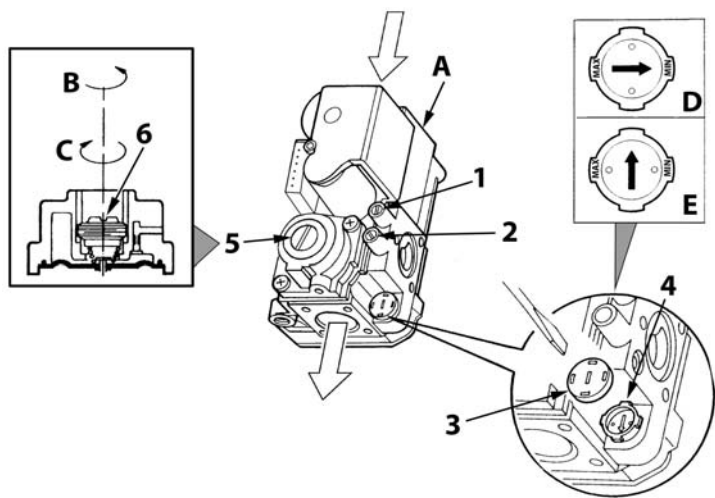

рис. 18 - Регулирование давления
Величина **SEVEN D LN** настройки рабочей мощности котла должна строго соответствовать величине, приведенной на табличке номинальных данных, сар. 5.3. Газовый клапан настраивается на заводе и оснащается специальной диафрагмой. При замене газового клапана регулировочный винт **6** (рис. 18), необходимо затянуть до отказа.
- Спустите воздух из газопроводных труб через штуцер отбора давления 1 газового вентиля (рис. 18).